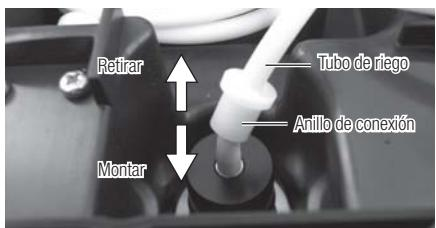
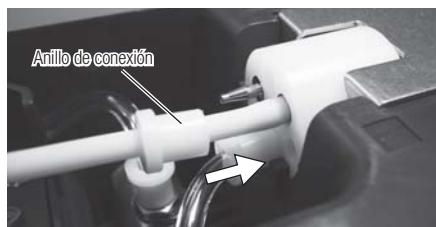

Fig.32
Fig.36
- 3) Retire el tubo de irrigación de la unidad de control. (Lado de la botella y lado del panel frontal) (Fig. 32,33)
- 7) Alinee la bomba de irrigación de sustitución con el eje del motor. Gire en sentido horario hasta que haga clic. (Fig. 36)
- 8) Monte el tubo de irrigación con el procedimiento opuesto de retirada (Fig. 32). El anillo de conexión debería estar firme en la unidad de control hasta que se detenga. (Fig.36)